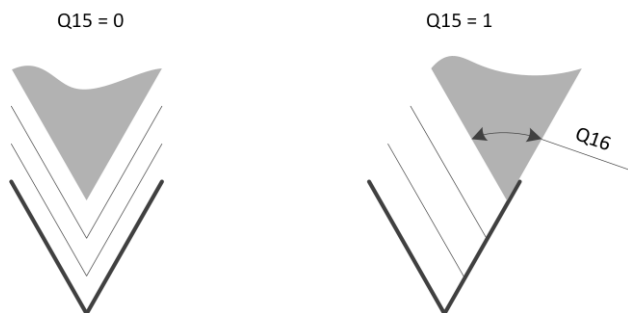

Рисунок 11.5 – Режимы резания резьбы резцом
- Q15 (0 / 1) – включение режима резания одной режущей кромкой (см. Рисунок 11.5). По умолчанию используется режим двустороннего резания (Q15 = 0).